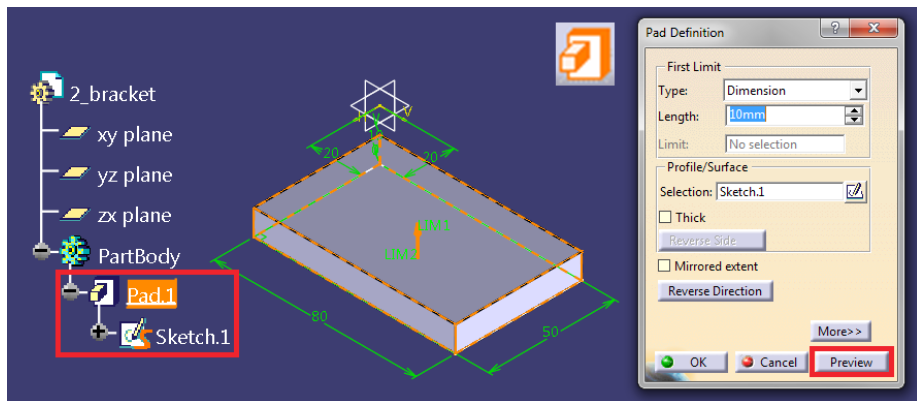

Bild 4.18 Pad mit vorselektierter Sketch
8. Erste 3D-Geometrie (Grundkörper) erzeugen: Wählen Sie mit vorab selektierter Skizze die Funktion *Pad (Block)* aus der Funktionsgruppe *Sketch-Based Features (Auf Skizzen basierende Komponenten)* an. Es öffnet sich ein Dialogfenster, in dem Sie mehrere Parameter definieren können. Geben Sie im Eingabefeld *Length (Länge)* den Wert **10** ein, und bestätigen Sie anschließend mit **OK**. Die Dimension [mm] müssen Sie nicht eingeben. Sie wird automatisch vom Programm ergänzt (Bild 4.18).